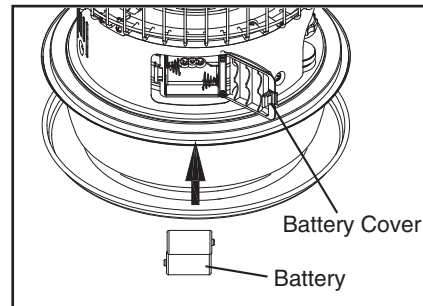

Fig. 6
**B) INSTALLING BATTERIES (Fig 6)**